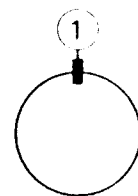
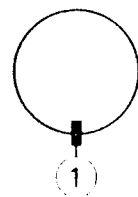

Fig. 4a
Fig. 5a
o, come illustrato in Fig. 4a o 5d.
omma (1) in alto (Fig. 4a) o in basso (Fig. 5a)
e del cuneo come da Fig. 4a va eseguita se il
ostato verso l'alto, come da Fig. 5a se il giogo